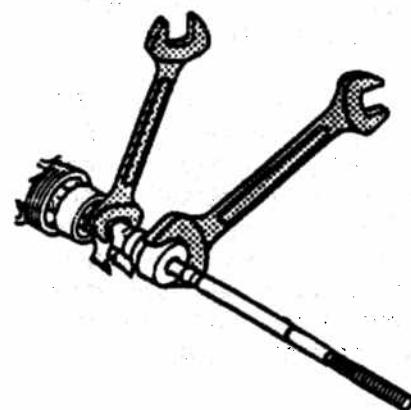

FIGURA 1
7. Empuje el amortiguador direccional fuera del tornillo de ajuste interno exponiendo las partes planas de la pieza. Desatornille el tornillo de ajuste usado de la parrilla y el piñon. Para prevenir daño a la parrilla y al piñon las partes de la parrilla deberán de ser apoyadas de tal forma que puedan resistir la fuerza de rotación requerida para remover el tornillo de ajuste (Figura 1).